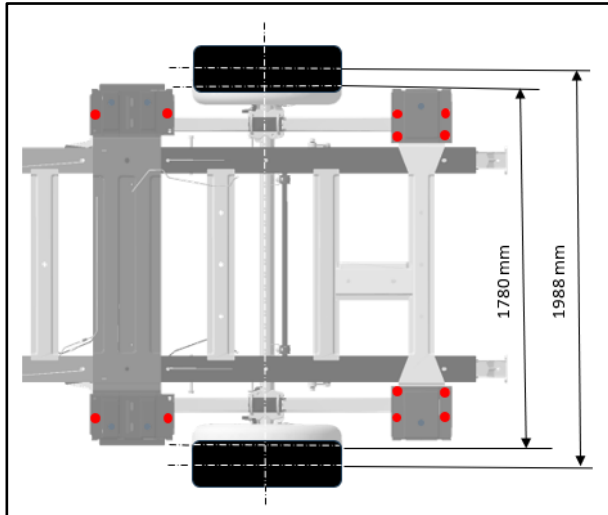

Abb. 2: Ausführung der Hinterachse in Normal- und Breitspur
- Ausführung Hinterachse: Normalspurachse (1780 mm) oder Breitspurachse (1988 mm) (siehe Abb. 2)